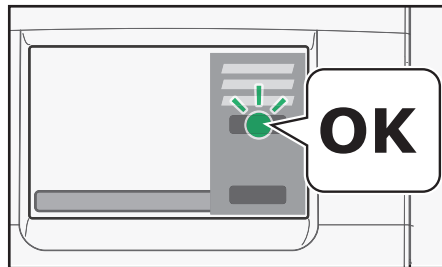

図5.6 - 洗浄やクリーニング中に [OK] をタップする
8. RINZA洗浄タブレットをセットして、容器を正しい位置にセットしたら、[OK] を押して確定します (図 5.6)。
9. 熱湯を使った洗浄をスタートするため、[OK] をタッチします (図 5.6)。